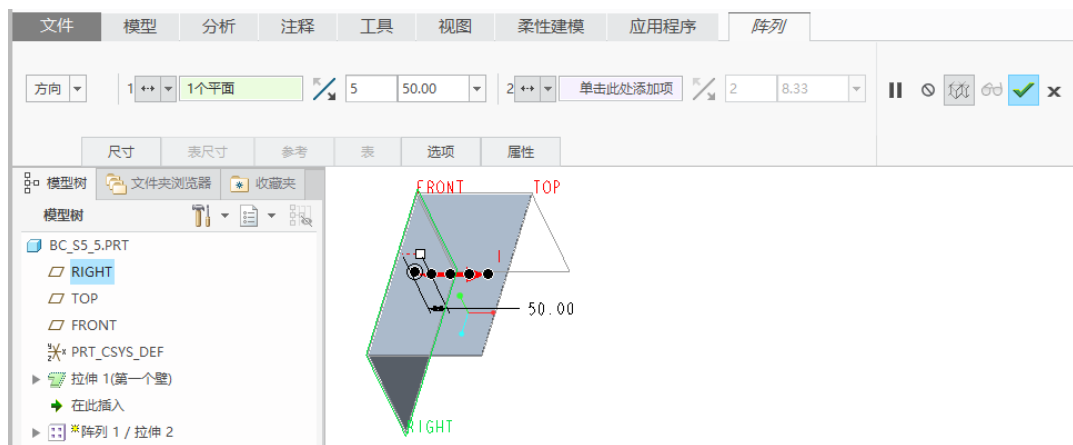

图 5-84 设置方向阵列参数
(1) 刚创建的钣金件切口处于被选中的状态, 从功能区的“模型”选项卡中单击“编辑”→ (阵列) 按钮, 打开“阵列”选项卡。
(2) 在“阵列”选项卡中选择阵列类型为“方向”, 默认第一方向的形式为 (平移)。
(3) 在模型中选择 RIGHT 基准平面, 接着在“阵列”选项卡中设置第一方向的阵列成员数为“5”, 第一方向的阵列成员间的间距为“50”, 如图 5-84 所示。